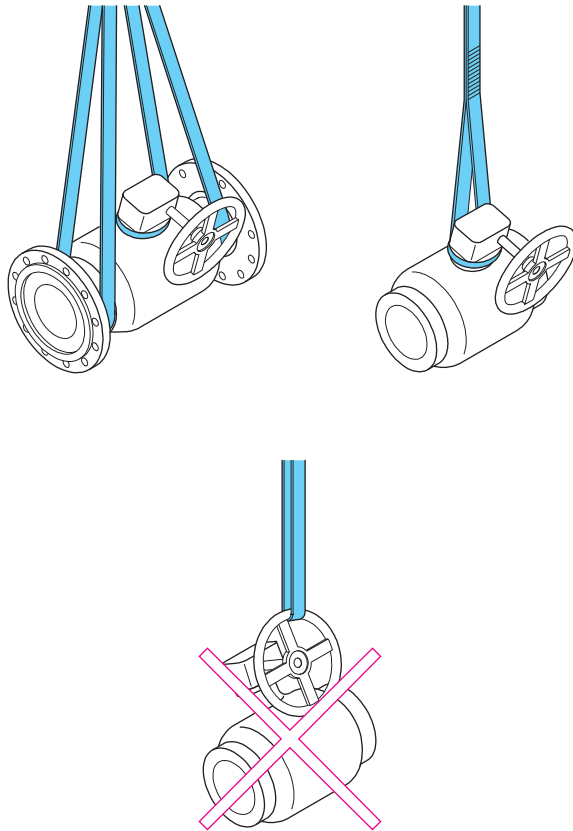

Рис. 2. Подъем крана
При подъеме кранов большого размера используйте подъемные канаты. Не поднимайте кран за привод или шток (см. рис. 2).
- Используйте один из разрешенных способов подъема, показанных на рис. 2.